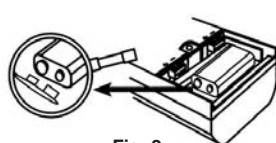

Fig. 2
2. Inserire una batteria alcalina da 9V (Fig.2). La batteria può essere usata come alimentazione di riserva se si alimenta il dispositivo con l'alimentatore. Nel caso in cui la corrente dovesse mancare, la batteria continuerà a far funzionare il dispositivo.